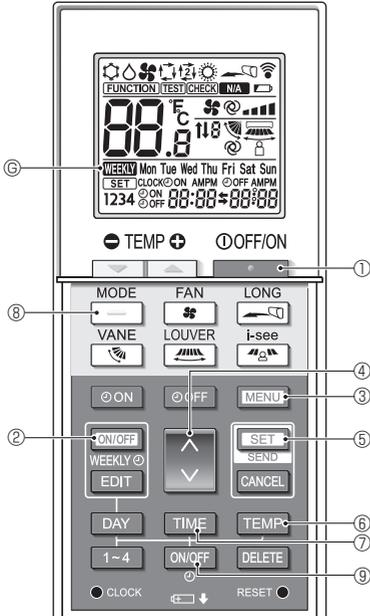
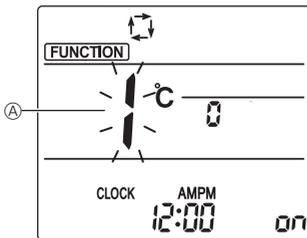
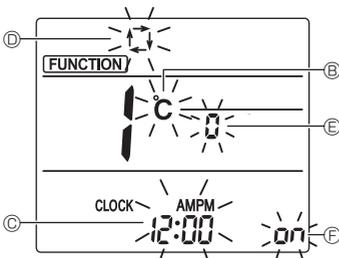

Fig. 5-1
Fig. 5-2
Fig. 5-3
(Fig. 5-1, Fig. 5-2)
(Fig. 5-1, Fig. 5-3 Ⓑ)
(Fig. 5-1, Fig. 5-3 Ⓒ)
(Fig. 5-1, Fig. 5-3 Ⓓ)
5.5. Changement du n° de paire (Fig. 5-1, Fig. 5-3 ④)
5.6. Changement du réglage du rétroéclairage (Fig. 5-1, Fig. 5-3 ⑥)
5.7. Achèvement des réglages (Fig. 5-1, Fig. 5-2)